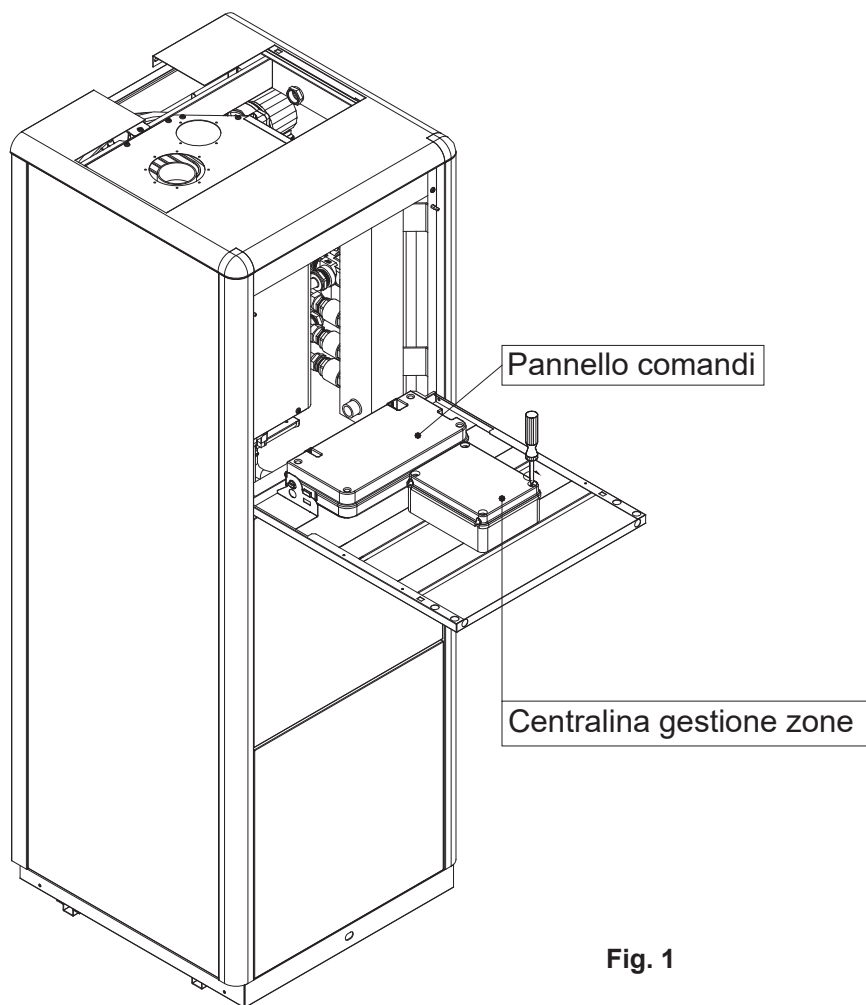

Fig. 1
- b. svitare le viti e rimuovere il carter della scatola che contiene la scheda centralina zone (vedi fig. 1);